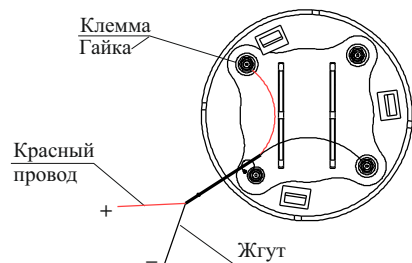

Рисунок 3
- для ПКУ-1 исп.00 с помощью переходного устройства (рисунок 3). Переходное устройство устанавливается на базовое основание ПКУ-1, а провода подключаются к адресному устройству;